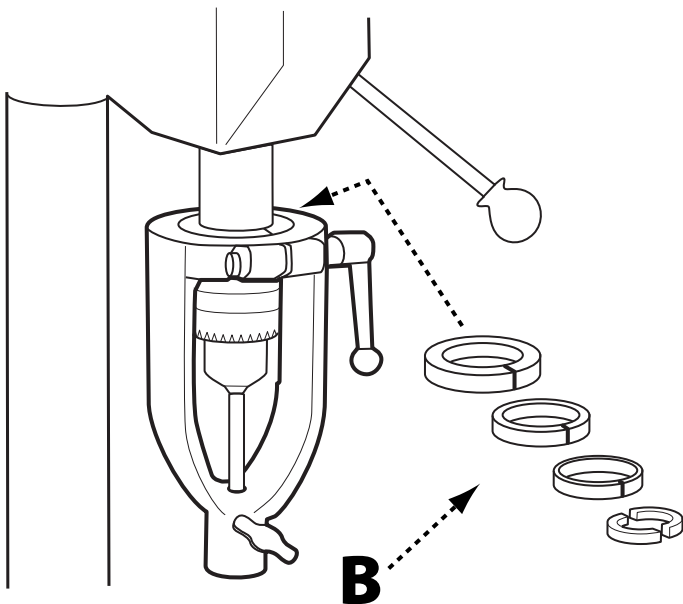

FIGURA 2
Use diferentes combinaciones de buje de dos piezas y de división (B) con el soporte de cincel para encontrar la combinación que coincida con el diámetro del eje. Vea la figura 2. Cuando se equipa con la combinación correcta, el soporte de cincel debe encajar bien alrededor del eje.